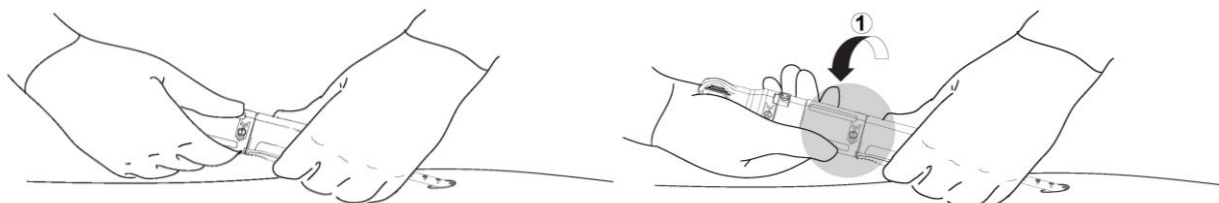

Figura 12. Passo 1 da atuação do dispositivo de encerramento PerQseal® (Remoção do implante da bainha).
Segure a extremidade distal da pega do dispositivo de encerramento PerQseal® (mais próximo do doente). Estabilize o dispositivo em posição, apoiando esta mão no doente, Figura 12.
- a. Coloque a mão no came da bainha, marcado com "1", e rode esta secção de prensão na direção indicada, 180°, para alinhar os pontos. Certifique-se de que a mão que segura a extremidade distal da pega permanece fixa e que a pega permanece imóvel durante esta rotação, Figura 12. O implante está agora exposto dentro da artéria.